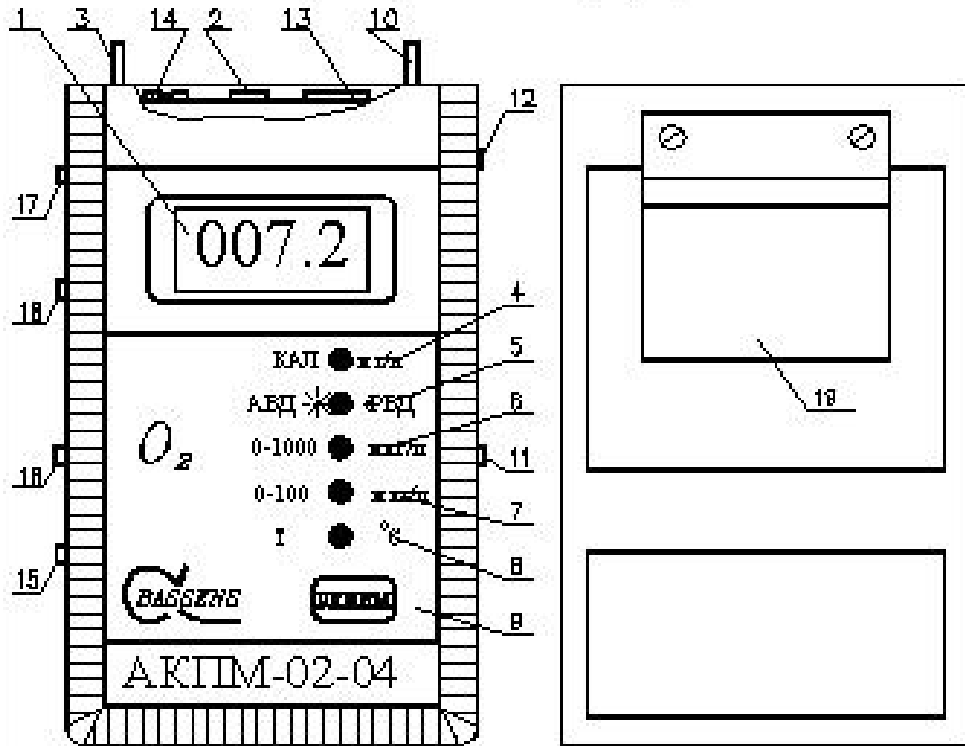
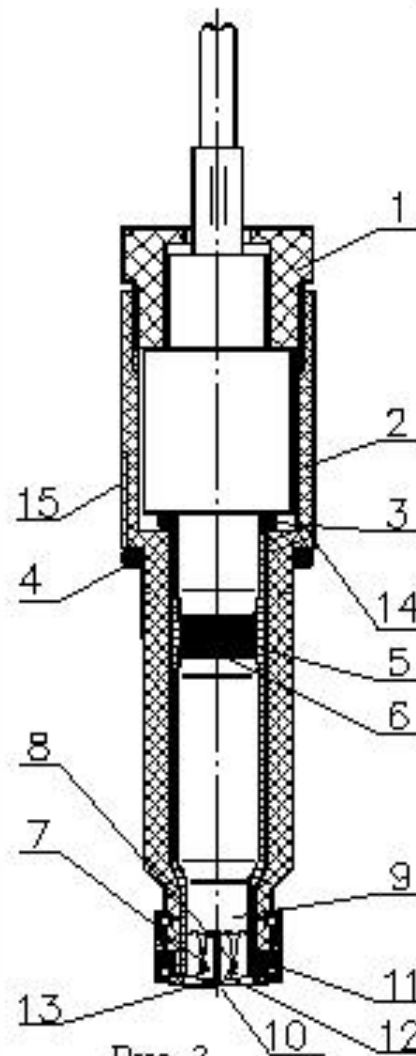
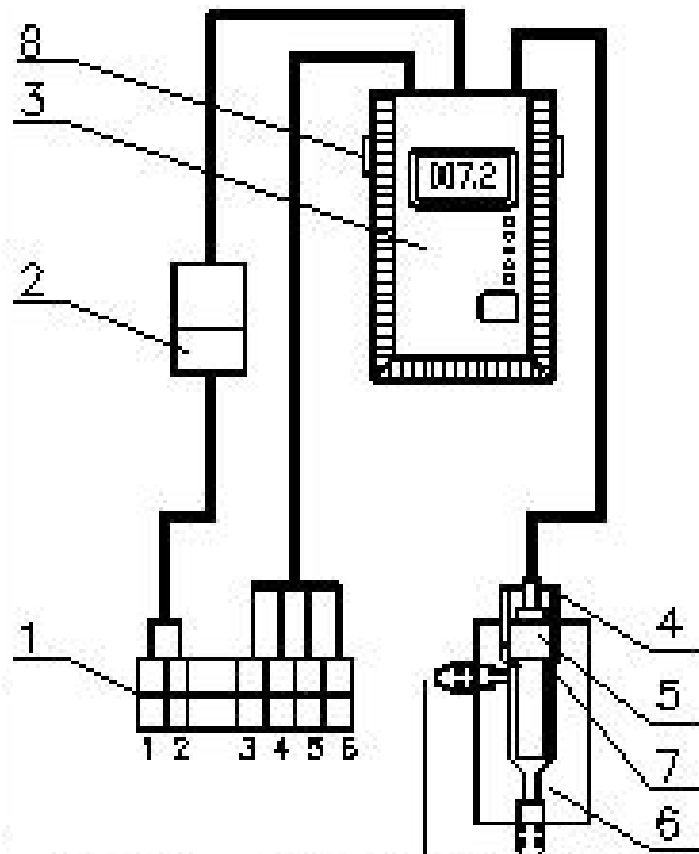

Рис. 2.
Рис. 3.
Рис. 4. Выход пробы Выход пробы
12.1. Сборка (см. рис. 3).
12.1.2. Отвинтить гайку 1 (см. рис. 3) и вынуть электролитическую ячейку.
ВНИМАНИЕ. При работе или длительном хранении АС с раствором электролита (более 1 года) могут возникнуть трудности с разборкой АС из-за высыхания и кристаллизации солей раствора электролита в корпусе АС. В этом случае необходимо открутить гайку 1 (см. рис. 3) и с помощью шприца залить 1 мл дистиллированной воды в верхнюю часть корпуса 2. Через 2 – 6 часов амперометрический сенсор можно достать из корпуса не прикладывая особых усилий.
12.1.7. Установить кольцо 4 (см. рис. 3) на боковую поверхность амперометрического сенсора 5 (см. рис. 4) и подсоединить вилку амперометрического сенсора к розетке 13 (см. рис. 2) анализатора.
12.2.1. Проверить наличие кольца 4 (см. рис. 4) на амперометрическом сенсоре 5.
12.2.2. Медленно вставить амперометрический сенсор в измерительную камеру 6 (см. рис. 4).
12.4.1. Открутить гайку 4, осторожно достать сенсор из измерительной камеры 6 (см. рис. 4) и выполнить п. 12.1.2.
12.4.2. Вылить раствор электролита из корпуса 2 (см. рис. 3), промыть дистиллированной водой и тщательно просушить корпус.
1. К розетке 13 (см. рис. 2) подключить имитатор нуля (входит в комплект поставки). Тумблер 10 переключить в режим измерения концентрации кислорода в единицах “мкг/л” и с помощью клавиши “Режим” установить режим ручного выбора диапазона (“РВД”) измерения “0-100” (светится индикатор 7). Показания анализатора должны быть равны нулю (в противном случае установить их равными нулю с помощью потенциометра 12 (Ручка установки “0”). К розетке 14 токового выхода анализатора (контакты 1 и 4) подключить миллиамперметр. С помощью потенциометра 17 (Ручка установки нижнего предела токового выхода) установить показания миллиамперметра на значение 0.00 – 0.02 мА.
2. К розетке 13 (см. рис. 2) подключить имитатор “100” (входит в комплект поставки). После достижения устойчивых показаний произвести их отсчет и запомнить. Потенциометром 11 “КАЛИБРОВКА” установить показания анализатора на значение 100 ± 0.5 (в диапазоне “РВД”). С помощью потенциометра 18 (Ручка установки верхнего предела токового выхода) установить показания миллиамперметра на значение 5 мА. Установить потенциометром 11 “Калибровка” показания анализатора на прежнее значение.
2. К розетке 13 (см. рис. 2) подключить имитатор “100” (входит в комплект поставки). После достижения устойчивых показаний произвести их отсчет и запомнить. Потенциометром 11 “Калибровка” установить показания анализатора на значение 100 ± 0.5 (в диапазоне “РВД”). С помощью потенциометра 18 (Ручка установки верхнего предела токового выхода) установить показания миллиамперметра на значение 20 мА. Установить потенциометром 11 “Калибровка” показания анализатора на прежнее значение.
1. К розетке 13 (см. рис. 2) подключить имитатор нуля (входит в комплект поставки). Тумблер 10 переключить в режим измерения концентрации кислорода в единицах “мкг/л” и с помощью клавиши “Режим” 9 установить режим ручного выбора диапазона (“РВД”) измерения “0-100” (светится индикатор 7). Показания анализатора должны быть равны нулю (в противном случае установить их равными нулю с помощью потенциометра 12 (Ручка установки “0”). К розетке 14 токового выхода анализатора (контакты 1 и 4) подключить миллиамперметр. С помощью потенциометра 17 (Ручка установки нижнего предела токового выхода) установить показания миллиамперметра на значение 0.00 – 0.02 мА.
2. К розетке 13 (см. рис. 2) подключить имитатор “100” (входит в комплект поставки). После достижения устойчивых показаний произвести их отсчет и запомнить. Потенциометром 11 “Калибровка” установить показания анализатора на значение 100 ± 0.5 (в диапазоне “РВД”). С помощью потенциометра 18 (Ручка установки верхнего предела токового выхода) установить показания миллиамперметра на значение 16 мА.